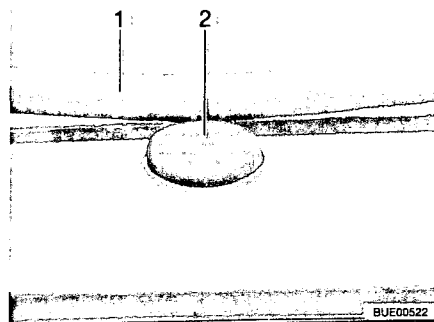

Bild 23 Sicherungsknopf an der Heki-Dachhaube
- Den Sicherungsknopf (Bild 23,2) drücken und den Bügel (Bild 23,1) mit beiden Händen nach unten ziehen.
- Den Bügel mit beiden Händen nach oben drücken, bis der Bügel oberhalb des Sicherungsknopfes (Bild 23,2) liegt.